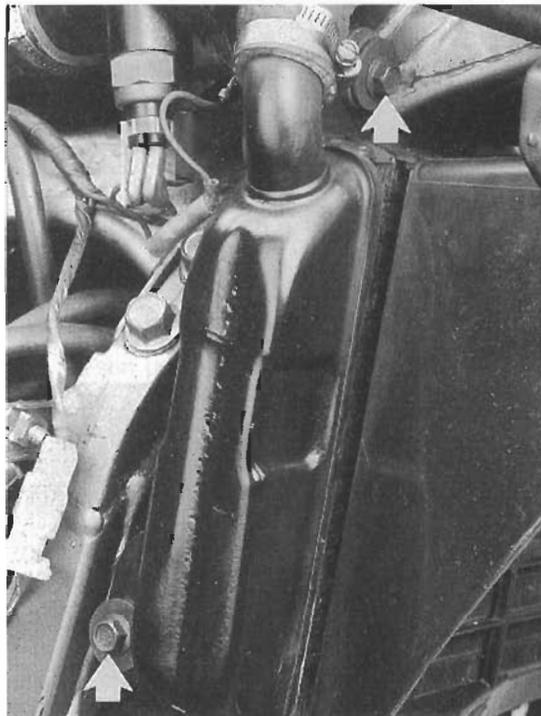
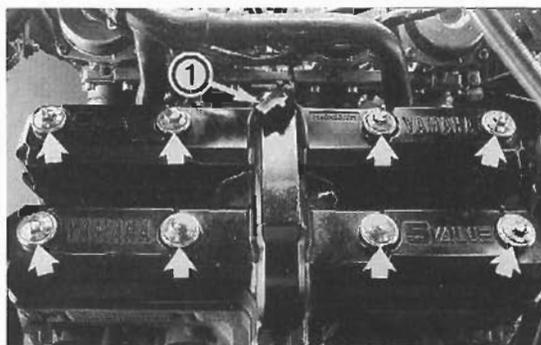

Bild 17
Bild 18
● Kühlerbefestigungsschrauben (Bild 17) links und rechts ausdrehen. Kühlerschlauchsellen lockern und Schläuche von Kühlerstützen abziehen.
● Luftleitstück abnehmen und Stecker des Lüftermotors ① Bild 18 trennen. Kühler abnehmen.
● Die Zylinderkopfdeckelschrauben (Bild 18) schrittweise über Kreuz (von aussen nach innen) ausdrehen und Deckel abnehmen.
● Zylinderkopfdeckel mit fett- und ölfreien Dichtflächen montieren (Bild 18). Dichtgummis der Befestigungsschrauben leicht ölen und Schrauben eindrehen (10 Nm).
● Kühler wieder anbringen (Bild 17). Stecker des Kühlerventilatormotors ① Bild 18 und Schläuche anschliessen.